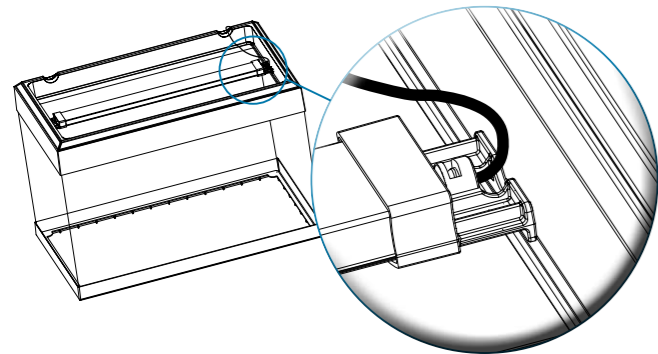

Fig. 8
1. Coloque con cuidado la hilera de luces LED (C) sobre la corredera del marco superior en la posición definitiva (Fig. 8).